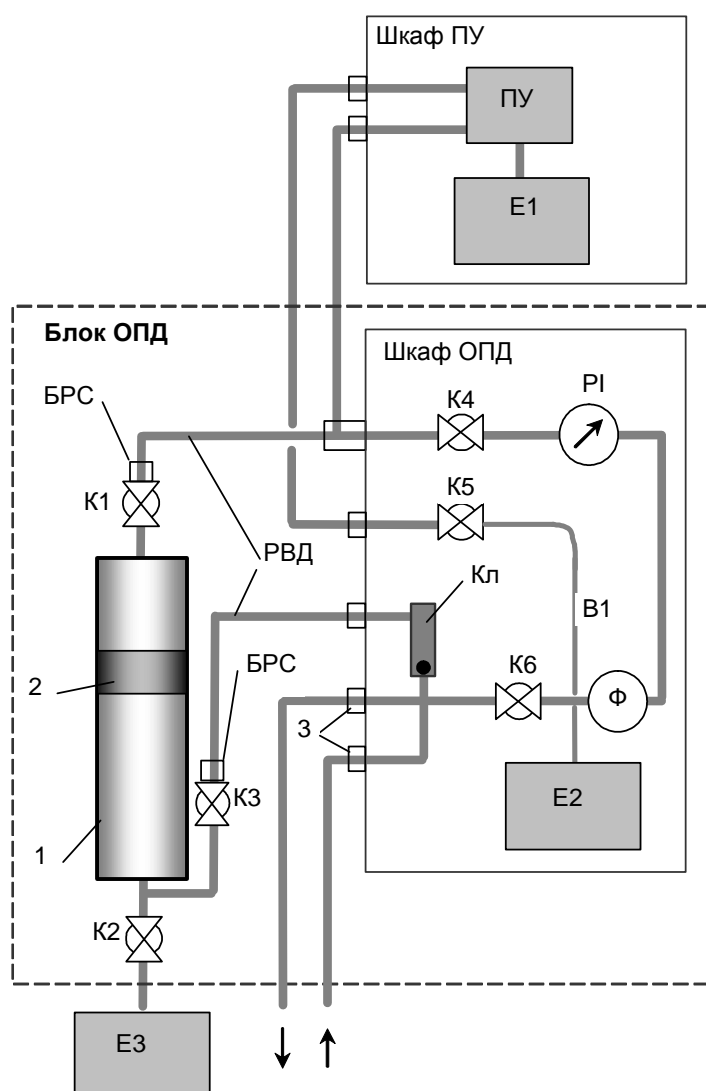

Рис. 2 – Технологическая схема пробоотборника в исполнении с блоком ОПД
1.5.2.1 Блок ОПД содержит следующие основные части (в соответствии с Рис. 2):
- цилиндр ОПД (1) с поршнем (2) и кранами (К1, К2, К3);
- манометр (PI);
Внимание! Для смягчения гидроудара при открывании потока кран К4 предусмотрен игольчатым. Рекомендуем все краны открывать и закрывать всегда постепенно и полностью, особенно К3 и К2 (Рис. 2).